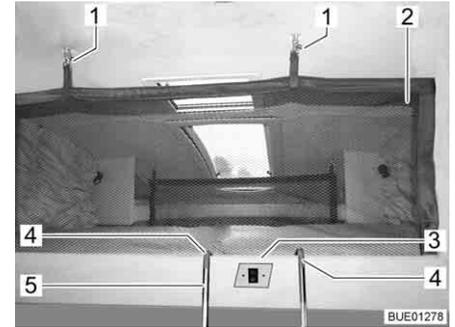
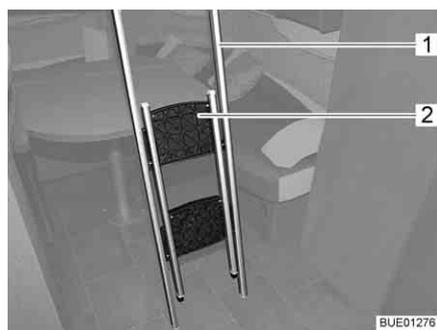
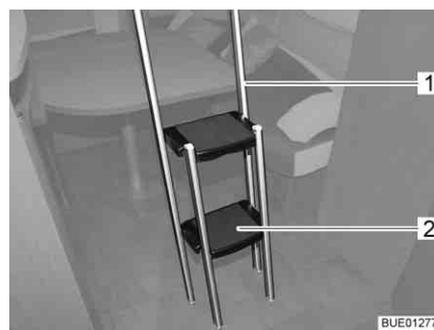

Fig. 100 Cama elevada con red de seguridad tendida
Fig. 102 Escalera de ascenso, plegada
Fig. 103 Escalera de ascenso, desplegada
Si hay una red de seguridad (Fig. 100,2), esta se encuentra junto con los cinturones de retención en la cama elevada, debajo del colchón. Tender la red de seguridad cuando las personas ya se encuentren en la cama elevada.
- Enganchar los cinturones de retención (Fig. 100,1) en los ganchos del techo.
- Enganchar la escalera de ascenso (Fig. 100,5 ó Fig. 102,1) con las dos horquillas (Fig. 100,4) en el agarradero (Fig. 100,3) de la cama elevada.
- Coger la parte plegada (Fig. 102,2) de la escalera de ascenso por el borde superior y desplegarla hasta que las cuatro patas se apoyen sobre el suelo de forma segura (Fig. 103).
- Para retirar la escalera de ascenso (Fig. 103,1), plegar los escalones (Fig. 103,2).